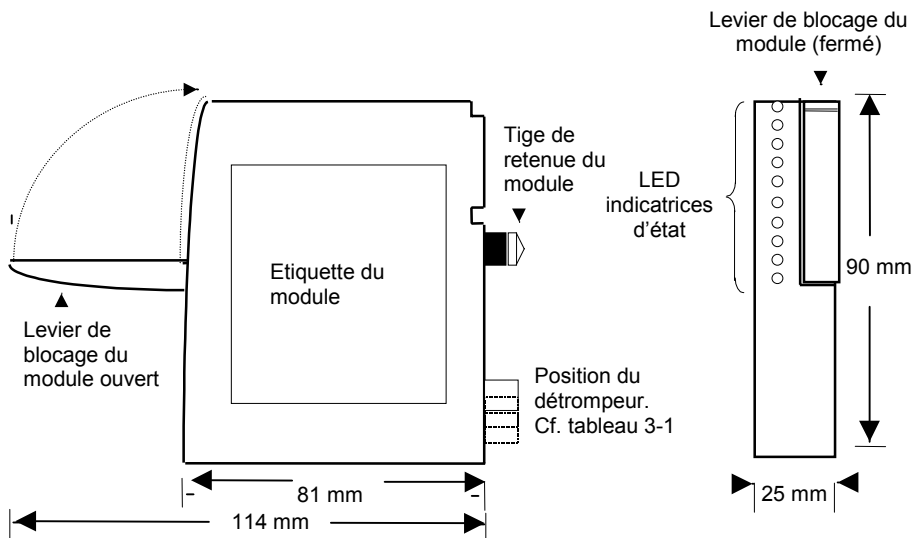

Figure 3-6 : représentation d'un module
1. Tirer le levier de blocage du module comme le montre la figure 3-6